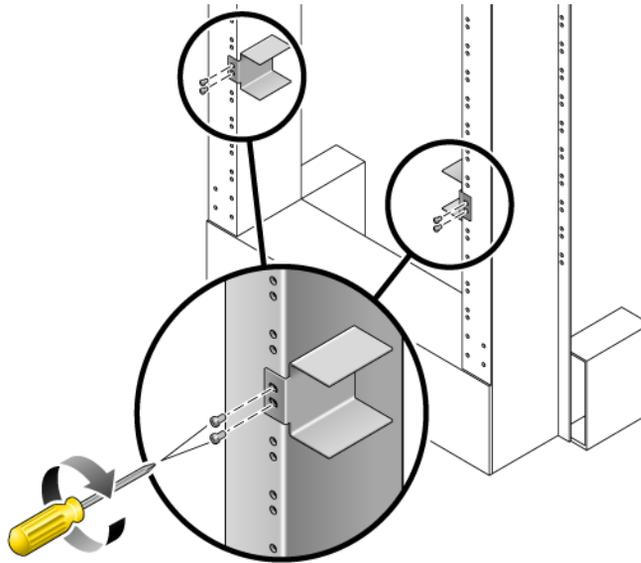

ABBILDUNG 4-3 Montage der Schienenführungen in das Rack
4. Heben Sie die Schienenführungen in die gewünschte Höhe im Rack und befestigen Sie beide mit je zwei Schrauben am Rack (ABBILDUNG 4-3). Die Größe der Schrauben hängt von dem jeweiligen Rack ab.